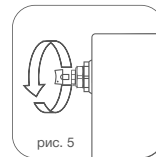

рис. 5
- 8.4. Для удаления воздуха из радиатора в верхний коллектор устанавливается установка крана Маевского* или автоматического воздухоотводчика. Для удаления воздуха через кран Маевского необходимо периодически (несколько раз в год) вручную стравливать его с помощью специального ключа* (рис. 5)